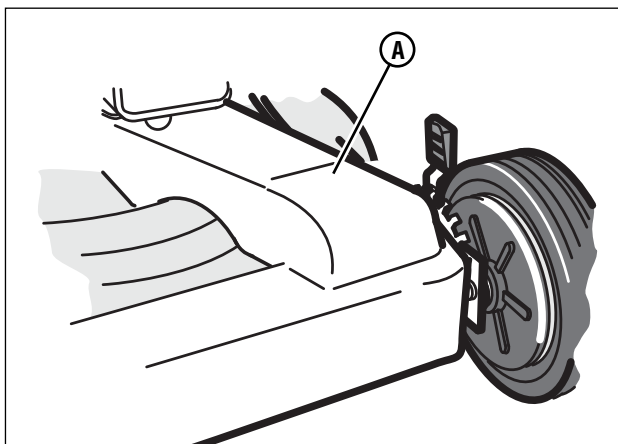

Figura 17: Remoción de la cubierta de la correa
1. Remueva el tornillo que sujeta la cubierta de correa (A, Figura 17). Remueva la cubierta de la correa.